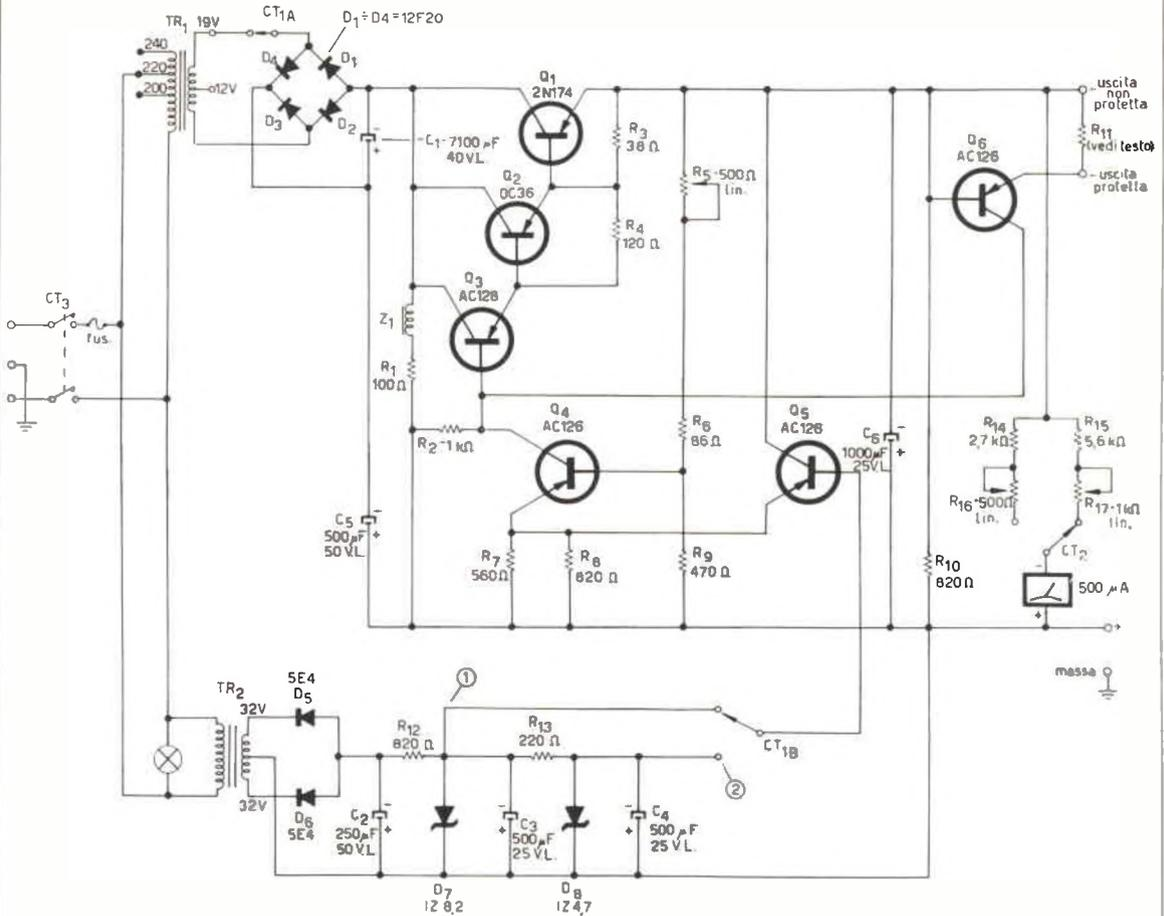

figura 2
In figura 2 è illustrato il circuito elettrico dettagliato. La tensione di alimentazione è fornita da due trasformatori separati T_1 e T_2 , rispettivamente per la tensione continua principale e per quella di riferimento.
- 2) La tensione continua nei punti 1) e 2) dello schema di figura 2 deve essere rispettivamente di 8,2 V e di 4,7 V rispetto al terminale positivo comune.